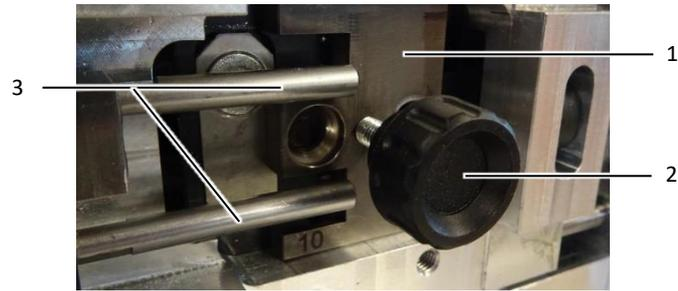

Fig. 8: Adattatore terminali con perni di guida
- Con la vite zigrinata (fig. 8, pos. 2) rimuovere l'adattatore terminali (fig. 8, pos. 1).
- Durante la rimozione e la reinstallazione, fare attenzione ai perni di guida (fig. 8, pos. 3).